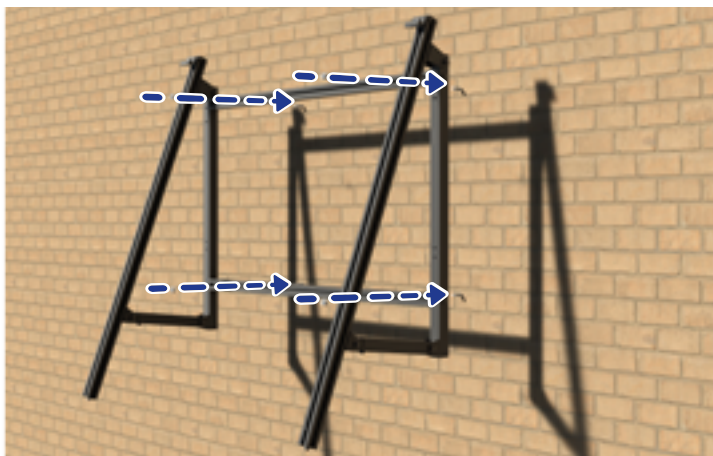

Fig. 19
25. Allineare i fori della traversa della staffa ai bulloni inseriti nel muro (↗ Fig. 19).
26. Avvitare i dadi flangiati (↗ Fig. 19).